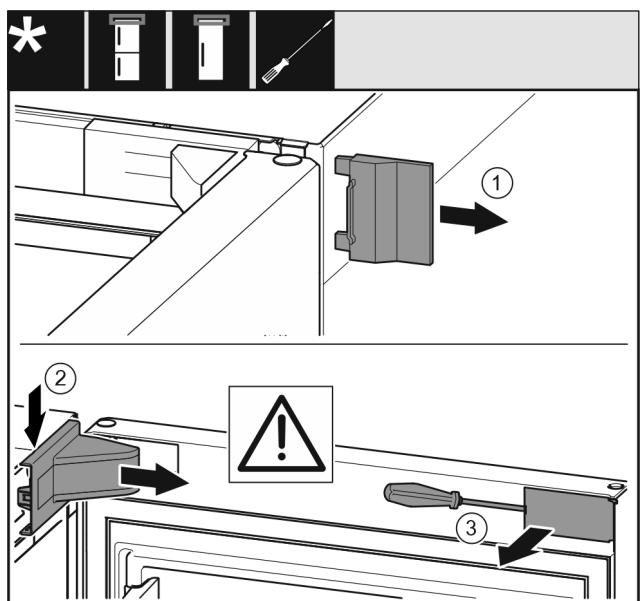

Fig. 6
- Снимите внешнюю крышку. Fig. 6 (1)
- Освободите и отсоедините крышку опорного кронштейна. Снимите крышку опорного кронштейна. Fig. 6 (2)
- При помощи шлицевой отвёртки освободите накладку и отведите в сторону. Fig. 6 (3)